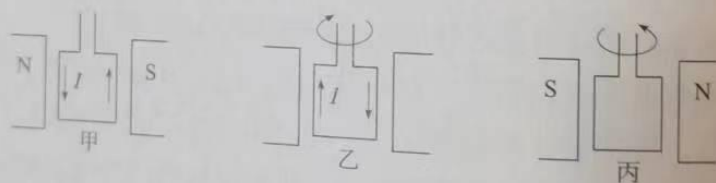

图6-5-5
2. 图6-5-5甲中线圈如何转动？标出图6-5-5乙中磁铁的N、S极，标出图6-5-5丙所示线圈中电流的方向。